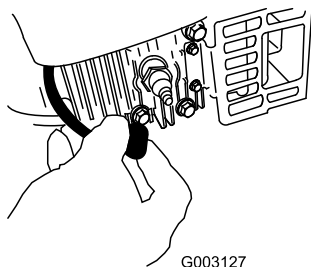

Figura 37
2. Desconecte el cable de la bujía (Figura 37) antes de realizar cualquier procedimiento de mantenimiento.